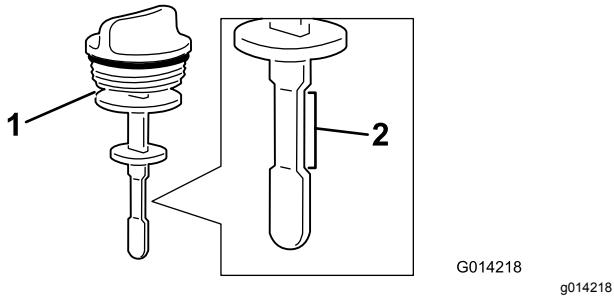

Figura 90
4. Estraete l'asta di livello dal collo del bocchettone e controllate il livello del fluido (Figura 90).